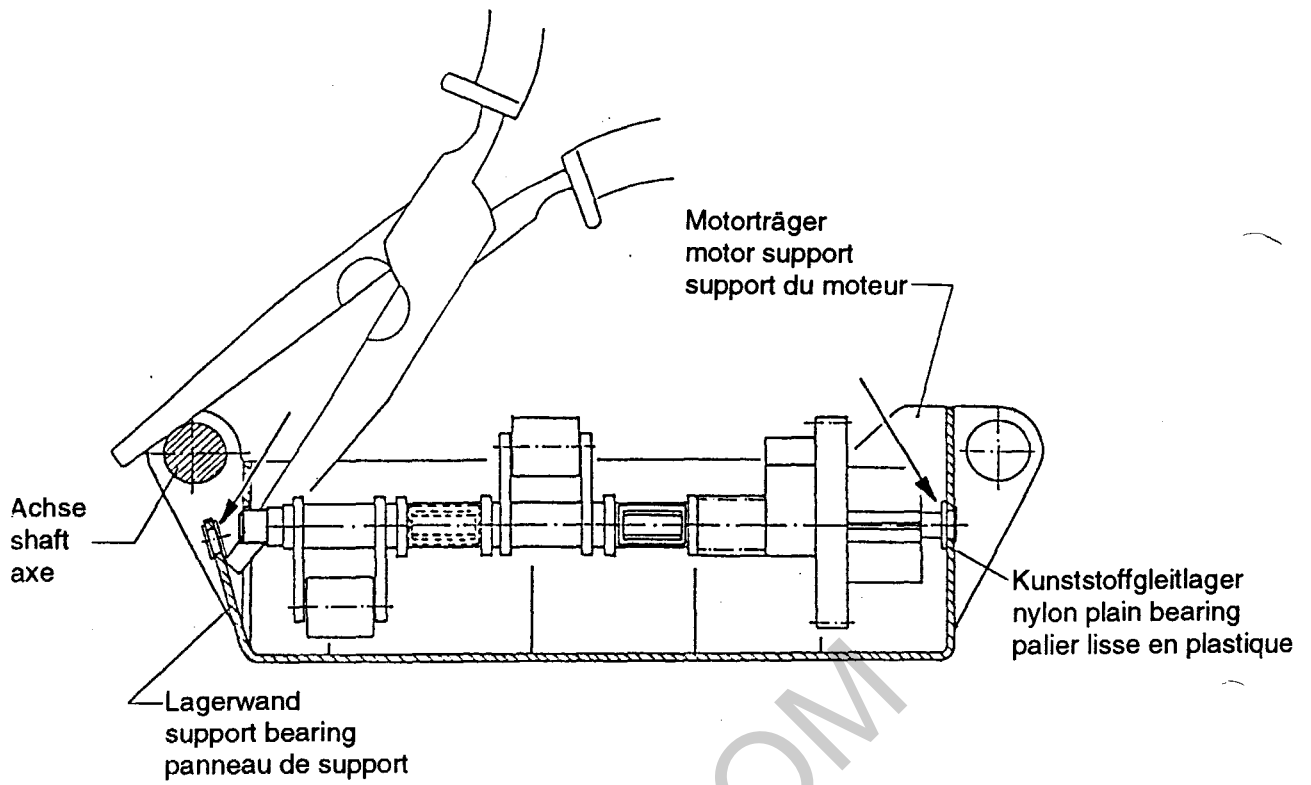

Fig. 4
6. Zahnstange gemäß Fig. 4 in Stellung bringen.
6. Position teeth rack as shown in fig. 4.
6. Mettre la crémaillère en position selon Fig. 4.